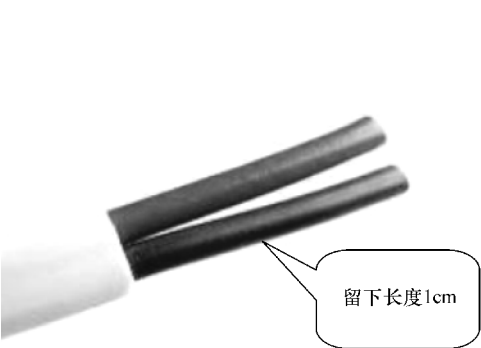

图 4-64 将 2 根线芯的末端剪齐
4) 将 2 根线芯的末端用压线钳的剪线刀口剪齐，剪线时要确保 2 根线的长度不要太短也不要太长，长度为 1cm 左右即可，如图 4-64 所示。